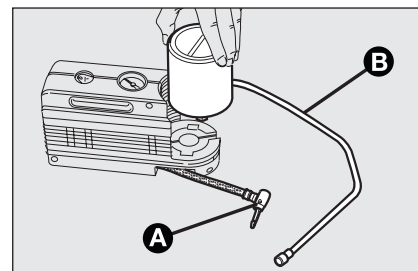

fig. 18
- ☐ desconectar el acoplamiento **A-fig. 18**;